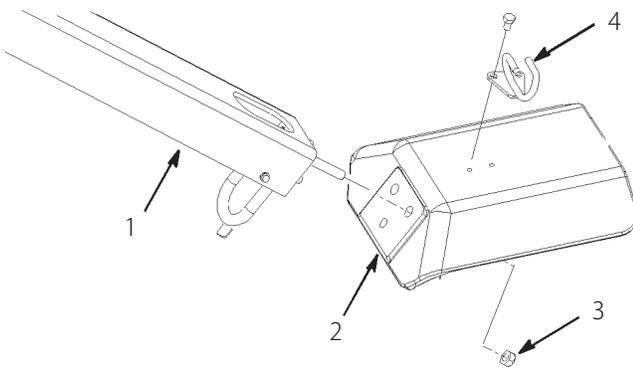

図 3
2. フォーク(図3)の穴に、ハンドル取り付け用スタッドを差し込む。
5. キャップスクリュー(5/16 x 1/2"; 2本)を使って、フォーク上部にケーブル・ガイドを取り付ける(図3)。